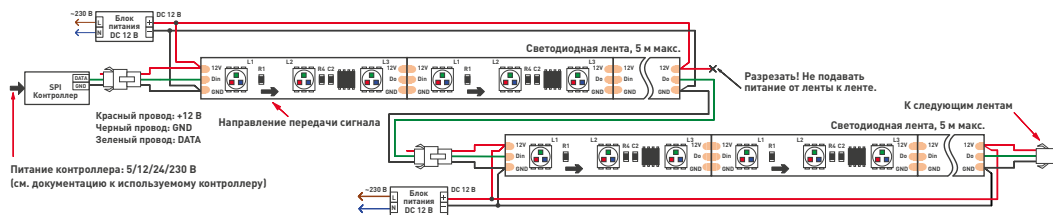
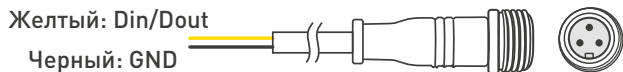

Рис. 1. Схема подключения ленты SPI-5000 и SPI-5000SE.
Рис. 4. Кабели питания и управления
- Подключите ленту по схеме Рис. 1 или Рис. 2 в соответствии с типом ленты, соблюдая полярность и маркировку проводов. При подключении лент и соединении отрезков учитывайте направление передачи цифрового сигнала, указанное стрелкой на ленте. Вход сигнала управления имеет обозначение «Din», выход — «Dout». Для подключения используйте коннекторы из комплекта поставки. Руководствуйтесь маркировкой, нанесенной на ленту (см. таблицу), маркировкой на контроллере и информацией, приведенной на Рис. 3 и Рис. 4.
- Подключите ленту согласно используемой схеме (Рис. 1 или Рис. 2), соблюдая полярность.